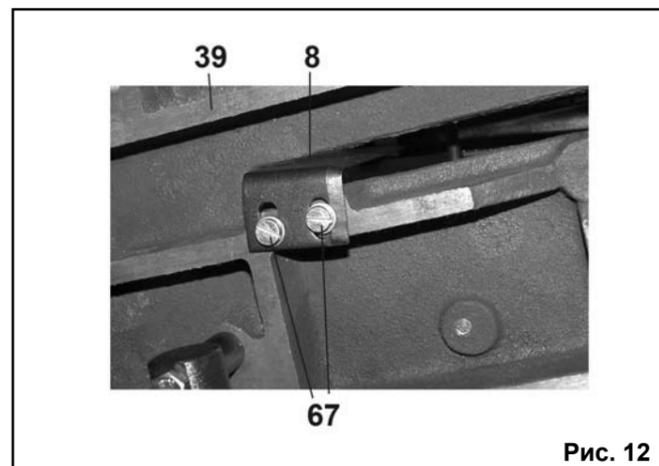
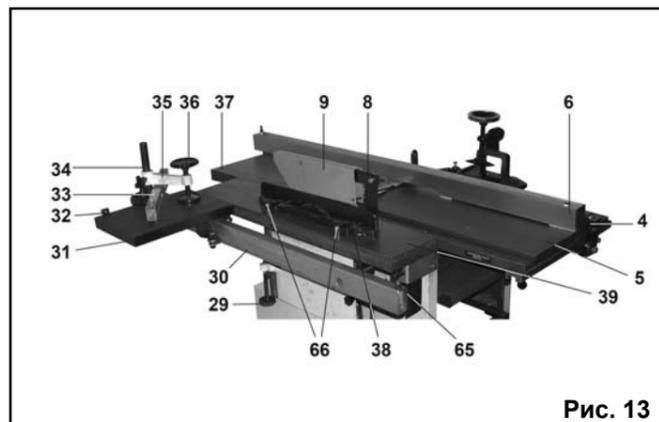
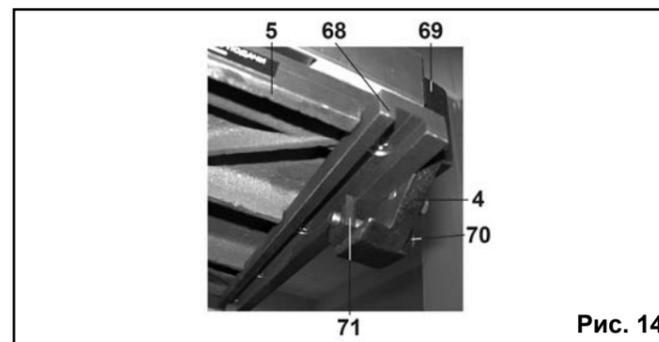

Рис. 12
Рис. 13
Рис. 14
рассекатель (8), Рис. 12. На рассекателе (8) установите и закрепите защитный кожух (9), Рис. 13.
8.2.11. Установите направляющую (30) ограничительными винтами (65) вверх. Выкрутите ограничительный винт (65), на направляющую (30) установите подвижный стол (31), установите ограничительный винт (65), Рис.13. При необходимости отрегулируйте положение подвижного стола (31).
стойку (34), на стойку (34) установите угловой упор (33) и прижимное устройство (35), Рис.13.
8.2.13. На распиловочном столе (39), в соответствии с выбранным расстоянием, строго параллельно плоскости пильного диска (7) установите и закрепите двумя ус-
тановочными винтами (66) направляющий упор (38). В зависимости от предстоящей операции: продольного пиления или торцевого пиления с использованием подвижного стола (31), направляющий упор (38) установите с левой или с правой стороны пильного диска (7), Рис.13. 8.2.14. В нижней части приёмного стола (5) установите и закрепите полку (68), Рис. 14. 8.2.15. На строгальном приёмном столе (5) установите в
Со стороны стола подачи (37) направляющую планку (6) закрепите барашковой гайкой (72) фиксатора (73), Рис. 13 -15.